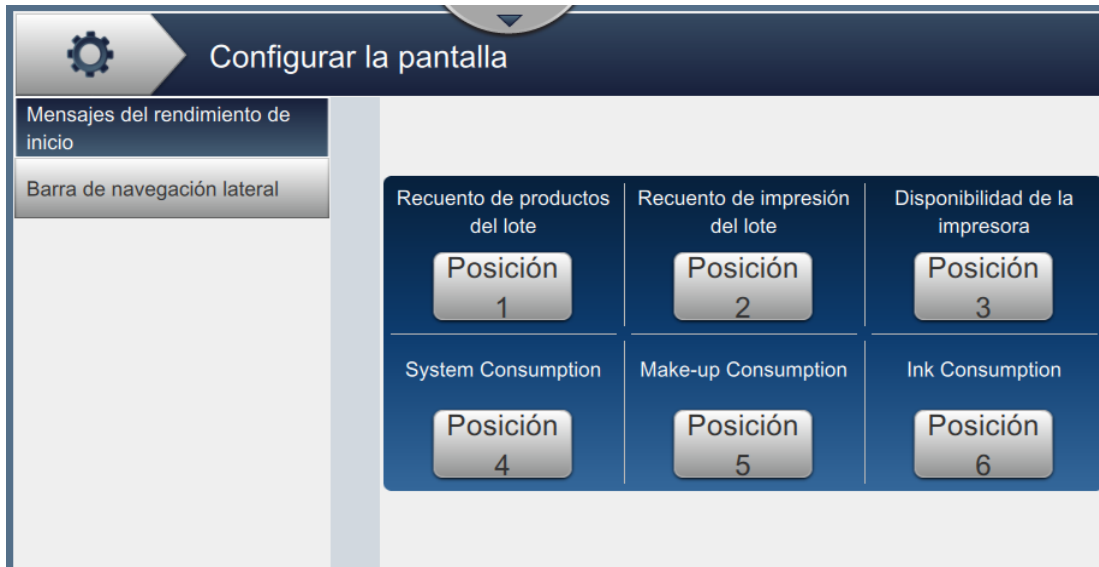

Figura 6-19: Pantalla Rendimiento de inicio
1. Pulse el botón  de la pantalla Herramientas. Se abrirá la pantalla Configurar visualización, como se muestra en la Figura 6-19.